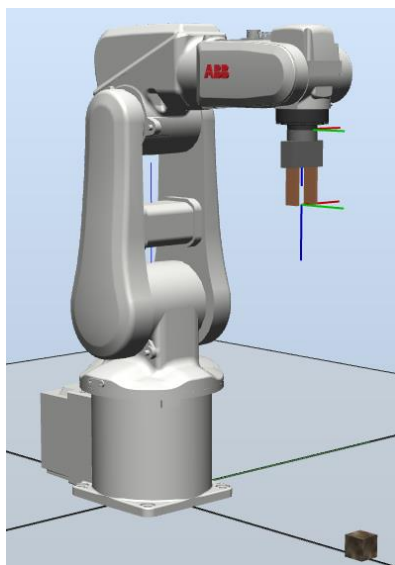

Figura 13. Posición Home (todos los ejes se encuentran a 0° menos los números 5 y 6, que están a 90°)
2. Mueve el robot eje a eje hasta que lo sitúes en una posición similar a la de la Figura 13, que denominaremos **posición “Home”**.